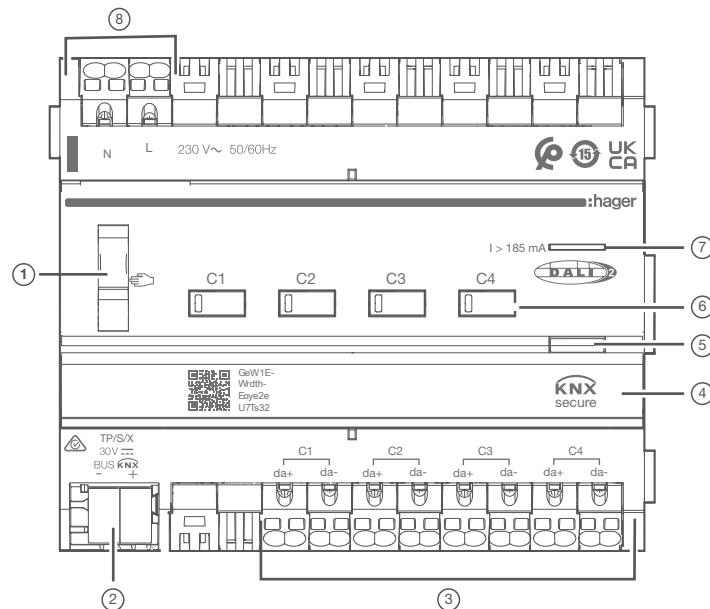

Fig. 2: Disegno e struttura del dispositivo TYAS664D
- Spostare l'interruttore (Bild 2/1) nella posizione .
È possibile controllare le uscite individualmente tramite i pulsanti di comando (Bild 2/6).
- Spostare l'interruttore (Bild 2/1) nella posizione **auto**.
Il funzionamento manuale è spento. Il funzionamento avvieneunicamente mediante il bus KNX. L'uscita assume la posizione predefinita dal controller del bus. Lo stato di commutazione è visualizzato dal LED di stato del pulsante di comando (Bild 2/6).